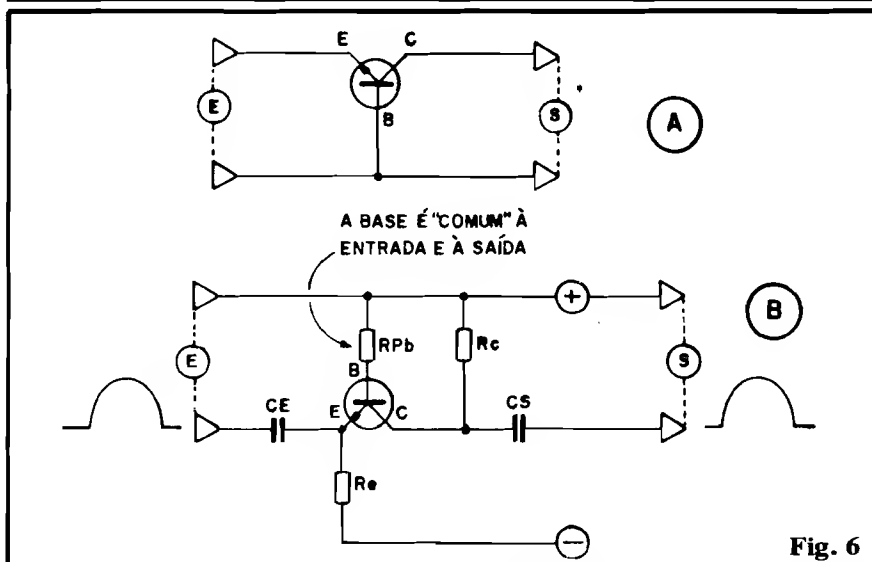

Fig. 6
- **FIG. 6 - BASE COMUM** - Em 6-A temos o diagrama básico, configurando a posição do terminal de **base** "comum" à Entrada (E) e à Saída (S) (a **base** "serve" às duas terminações...). A IMPEDÂNCIA da entrada é **muito baixa**, enquanto que a de saída é **muito alta**. Já o ganho (fator de amplificação) de corrente é "menor do que 1", porém o ganho de tensão é substancial. Em 6-B temos um diagrama mais completo da configuração, numa utilização